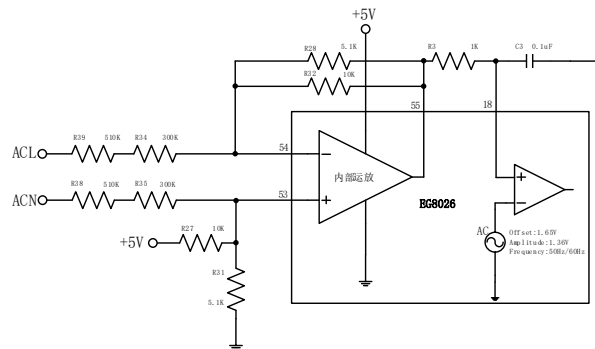
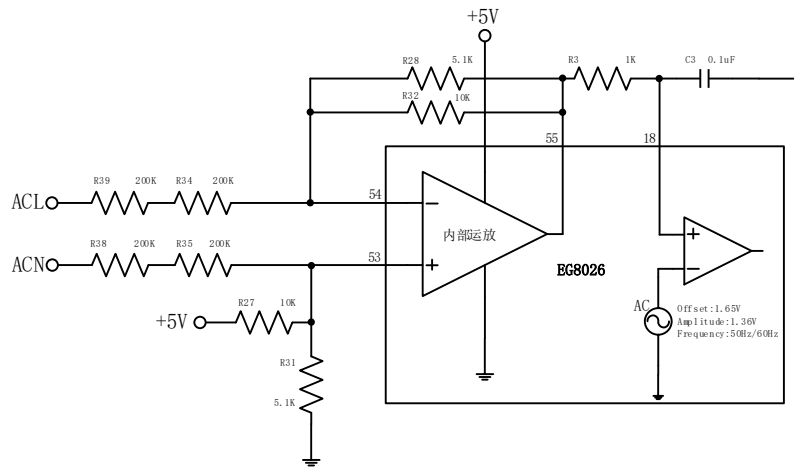

图 8.5a 用于交流 230V 输出电压的反馈原理图
图 8.5b 用于交流 120V 输出电压的反馈原理图
作 PFC 升压时, 输入交流信号经运放衰减和 1.65V 直流偏量叠加后送入到 EG8026 的 18 (18) 脚 VAC_FB 用于输入正弦波形采样, 作为内部电压外环的实际电压输入信号。作 DC/AC 逆变时, EG8026 内部的正弦电压基准为直流偏移量 1.65V+幅值 1.36V 的 50Hz 或 60Hz 正弦波, 通过差分运放衰减和直流偏移量 1.65V 叠加后, 送入到 EG8025 的 18 脚 VAC_FB, 经误差计算后, 然后调整相应的输出电压。具体应用电路图可参考图 8.5a 和图 8.5b。
作 DC/AC 逆变时, 用于 230V 输出电压的计算步骤, 电路结构图如图 8.5a:
第一步、计算直流偏移量: 运放输出 $V_{out_DC} = \frac{R31}{R27+R31} \times 5V = 5.1K/15.1K \times 5V \approx 1.68V$ (参考图 8.5a)
$$V_{out_AC} = \frac{R28//R32}{R34+R39} \times (V_{ACL} - V_{ACN}) \approx \frac{1}{240} \times (V_{ACL} - V_{ACN}) \quad (\text{参考图 8.5a})$$
用于 120V 输出的计算步骤，电路结构图如图 8.5b 的参数：
第一步、计算直流偏移量：运放输出 $V_{out_DC} = \frac{R_{31}}{R_{27}+R_{31}} \times 5V = 5.1K/15.1K \times 5V \approx 1.68V$ （电阻值参考图 8.5b）
$$V_{out_AC} = \frac{R_{28} // R_{32}}{R_{34} + R_{39}} \times (V_{ACL} - V_{ACN}) \approx \frac{1}{118} \times (V_{ACL} - V_{ACN}) \quad (\text{电阻值参考图 8.5b})$$